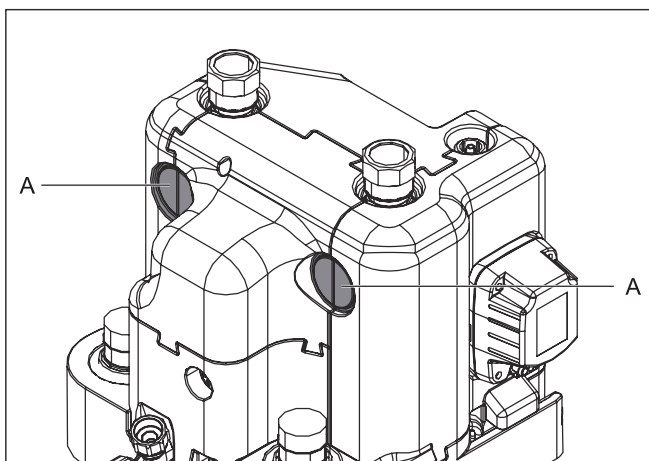

Bild 3-21 Ausschnitt Wärmedämmung
- 16 Seitliche Durchlässe der Wärmedämmung (Bild 3-21, Pos. A) mit einem geeigneten Werkzeug ausschneiden.